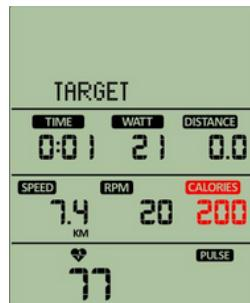

Figura 41
- Una vez configurado, al presionar ENTER, la matriz mostrará "TARGET" encendido continuamente. El ÍCONO de TARGET y CALORÍAS junto con los valores comenzarán a parpadear e iniciará la cuenta regresiva (Figura 41).